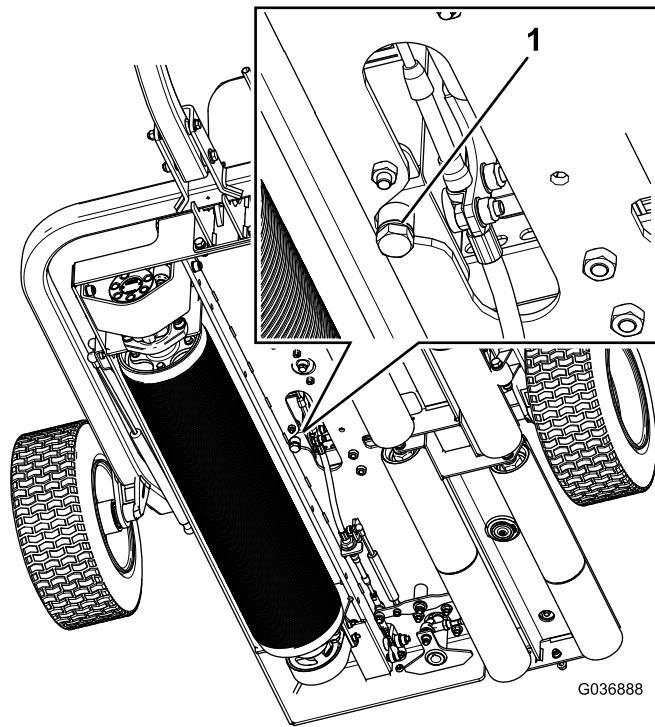

Figure 36
- Placez un bac de vidange sous le bouchon de vidange du réservoir hydraulique (Figure 36).
- Retirez le bouchon de vidange au bas du réservoir (Figure 36).